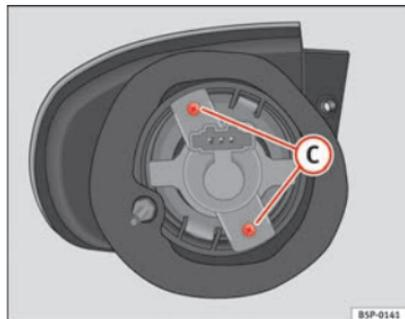

Abb. 198 Blinklicht
- Drehen Sie die Schrauben ⇒ Abb. 198 (C) aus dem Lampenträger heraus und ziehen Sie diesen heraus.
- Drehen Sie die Schrauben ⇒ Abb. 198 **C** des Lampenträgers heraus und ziehen Sie diesen heraus.